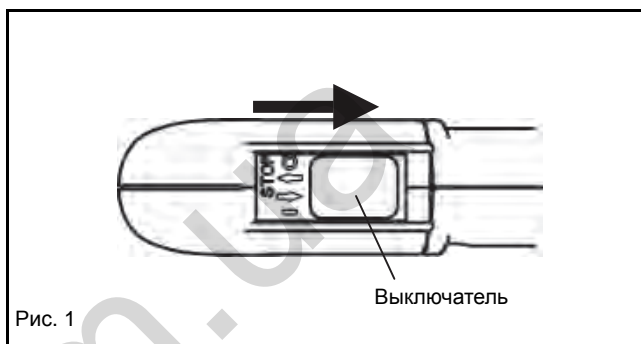

Рис. 1
- (1) Выполняйте следующую процедуру при холодном двигателе.
- Расположите двигатель на ровной горизонтальной поверхности, как показано на Рис. 1.
- Если двигатель расположен не так, как показано на Рис. 1, на горизонтальной поверхности, возможно неправильное показание уровня масла.
- (1) Поместите воздуходувку на плоскую поверхность.
- (2) Переверните выключатель в положение "I" (Рис. 1).
- (1) Проверьте, чтобы крышка топливного бака была крепко закручена.
- (2) Снимите колпачок масленки.
- (3) Наклоните инструмент, как показано на Рис. 1.